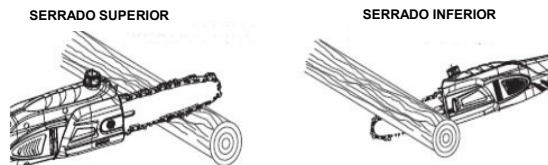

Fig. 23
**SERRADO SUPERIOR** – Comience por la parte superior del tronco con la sección inferior de la motosierra contra el tronco y ejerza una leve presión hacia abajo. Tenga en cuenta que la motosierra tiende a alejarse de usted. (Fig. 23)
**SERRADO INFERIOR** – Comience por la parte inferior del tronco con la sección superior de la motosierra contra el tronco y ejerza una leve presión hacia arriba. Durante el procedimiento de serrado inferior, la motosierra tiende a acercarse a usted. Prepárese para esta reacción y sostenga la herramienta con firmeza para mantener el control. (Fig. 23)